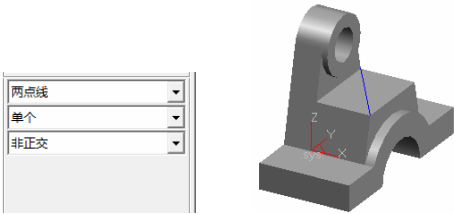
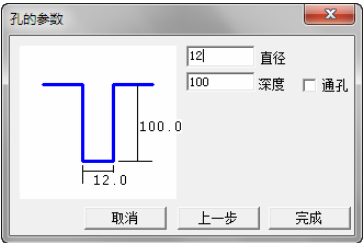
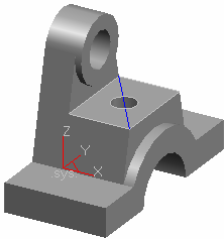

图 6-111 绘制直线
图 6-114 “孔的参数”对话框
图 6-115 孔特征
1) 选择下拉菜单“造型”→“曲线生成”→“直线”命令，或者单击“曲线生成栏”工具栏上的“直线”按钮，在立即菜单中选取“两点线”方式，捕捉如图 6-111 所示的端点绘制直线。
3) 系统提示指定孔的定位点，选择如图 6-111 所示直线中点为孔定位点，点击“下一步”，弹出“孔的参数”对话框，设置孔参数如图 6-114 所示。单击“完成”按钮完成孔特征，如图 6-115 所示。